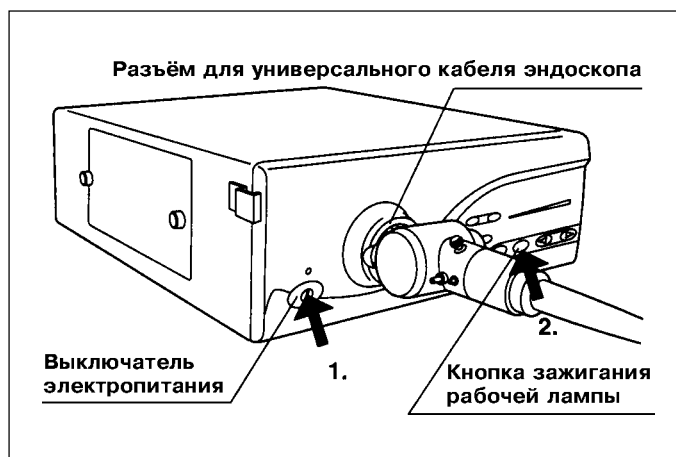

Рис. 5.1.
1. Убедитесь, что коннектор универсального кабеля эндоскопа присоединён к соответствующему разъёму на передней панели источника света и нажмите кнопку включения электропитания прибора (см. рис. 5.1).